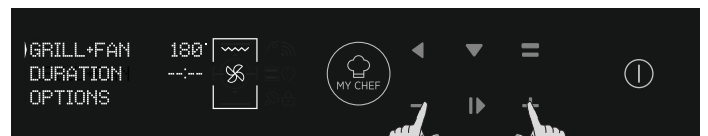

Abbildung 9
- Drücken Sie PLUS oder MINUS, um die gewünschte Temperatur in der gewählten Funktion auszuwählen. Drücken Sie dann auf OK, um fortzufahren, oder auf BACK, um zur Auswahl der Garfunktionen zurückzugehen. (Abbildung 9)